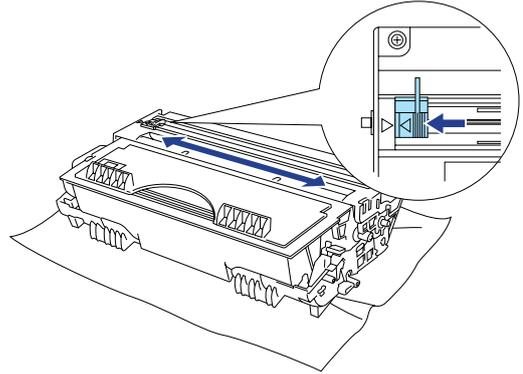

图 5-5
- (6) 轻轻地将电晕丝清洁器（兰色滑块）从左到右滑动6-7次，以清洁硒鼓单元内部的电晕丝（图5-5）；
- (7) 重新安装硒鼓单元以前，请将清洁器回归原位；
- (8) 重新将硒鼓装入打印机并盖上前盖；
- 在往打印机上重新安装硒鼓单元以前，要确保硒鼓单元上的电晕丝清洁器回归原位（s 标记的位置）。否则，在打印时纸上就会出现竖道（见图5-5）。